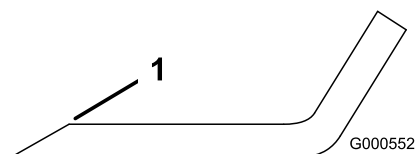
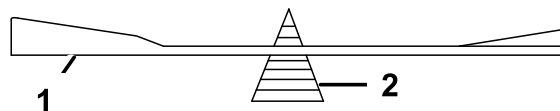

Figura 53
Figura 54
1. Utilice una lima para afilar el filo de corte en ambos extremos de la cuchilla (Figura 53). Mantenga el ángulo original. La cuchilla permanece equilibrada si se retira la misma cantidad de material de ambos bordes de corte.
2. Verifique el equilibrio de la cuchilla colocándola sobre un equilibrador de cuchillas (Figura 54). Si la cuchilla se mantiene horizontal, está equilibrada y puede utilizarse. Si la cuchilla no está equilibrada, rebaje algo el metal en la parte de la vela solamente (Figura 53). Repita este procedimiento hasta que la cuchilla esté equilibrada.